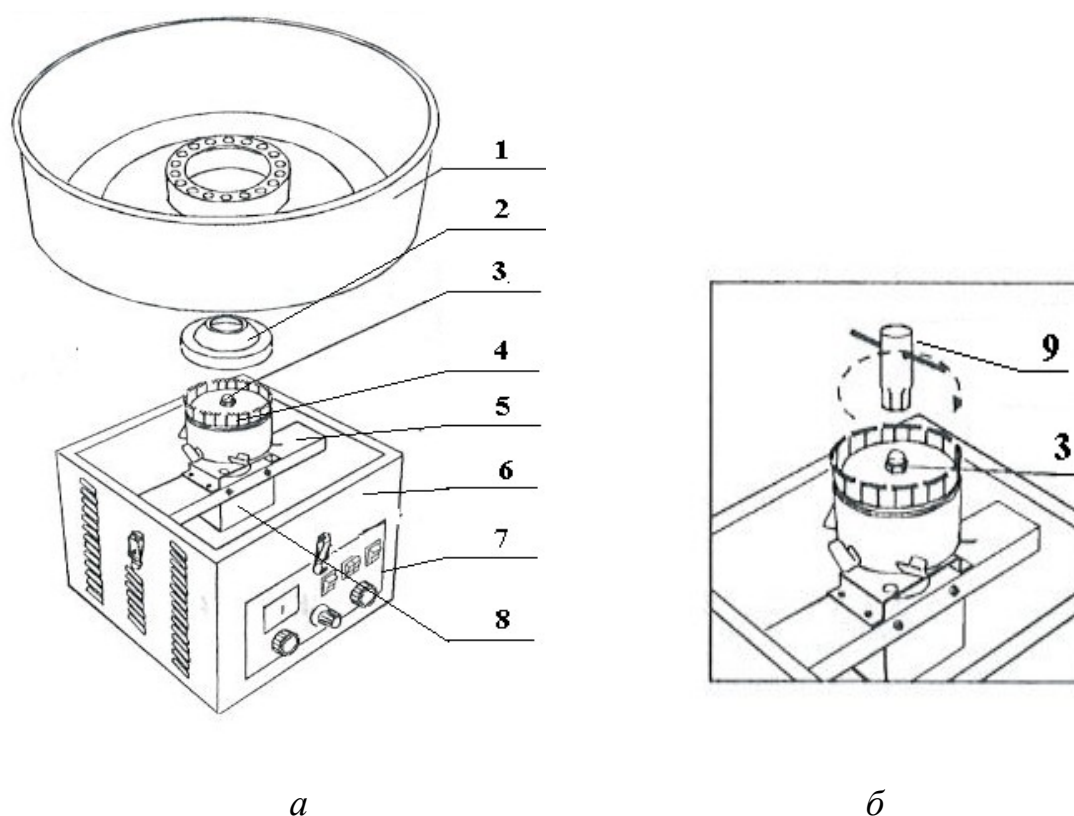

Рис.1. Общий вид аппарата для сахарной ваты АСВ-50/1-Э АЛЕНТА:
4.5. Соединить прядильную головку с диффузором, закрепить ее на валу с помощью гайки колпачковой 3 и ключа 9, поворачивая ключ по часовой стрелке (Рис. 1).